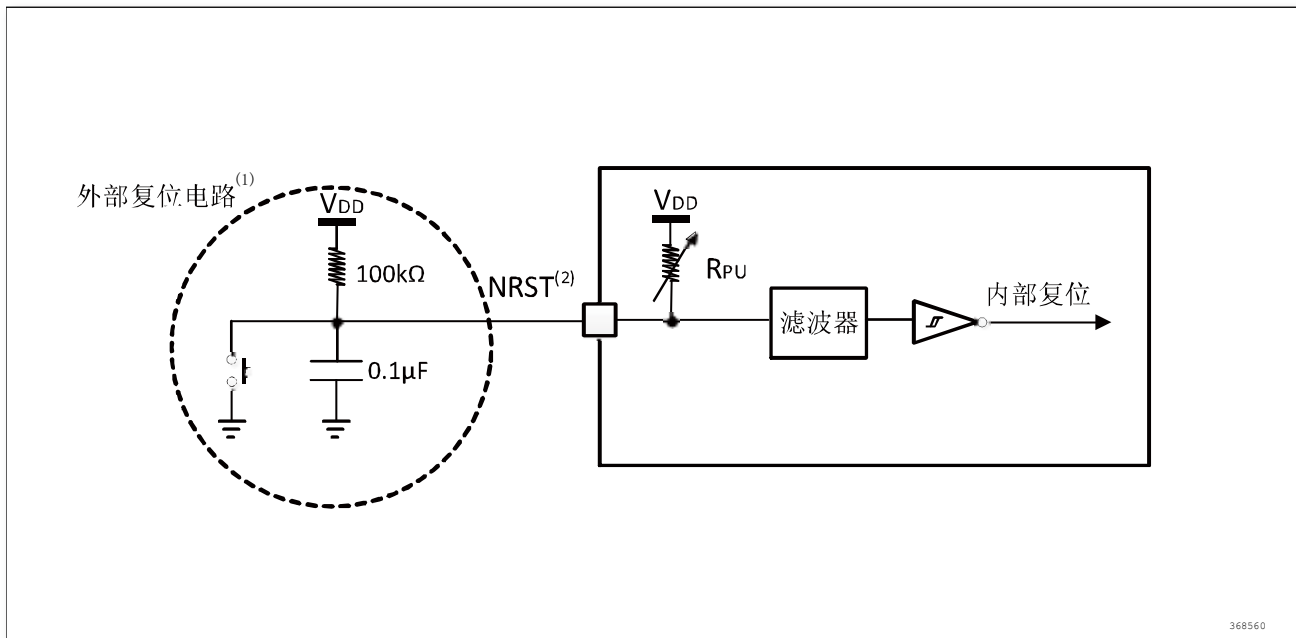

图 17 建议的 NRST 引脚保护
输入输出交流特性的定义和数值分别在图 17 和表 43 给出。
2. 最大频率在图 17 中定义。